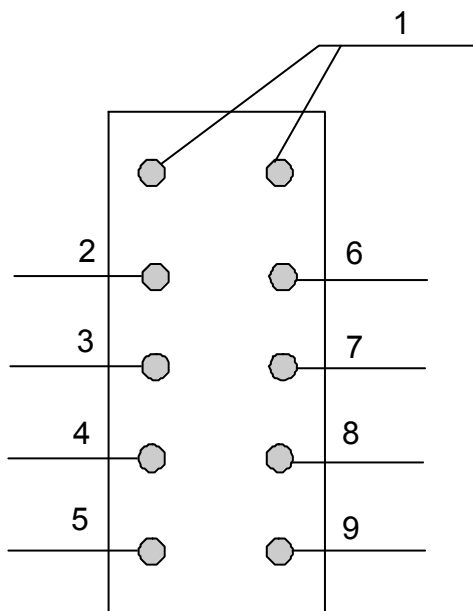

Рисунок 1.
2.8 Светодиоды на передней панели УП-ППП (для каждой канальной платы имеют различное назначение для аналогового и цифрового вариантов, см. рисунок 1.